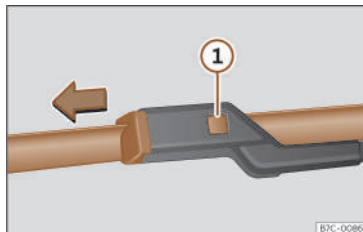

Fig. 173 Sostituzione delle spazzole dei tergicristalli.
- Mantenere premuto il tasto di sblocco >>> **fig. 173** ① tirando leggermente la spazzola nel senso della freccia.